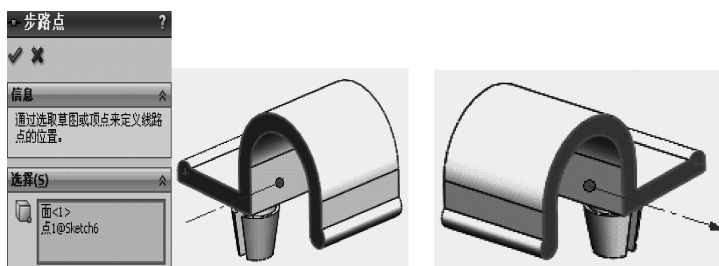

图 8-28 【步路点】属性设置
- 4) 弹出【步路点】属性设置对话框，在  （选择草图点）选项框中选择端面 and 相应的草图点，如图 8-28 所示。